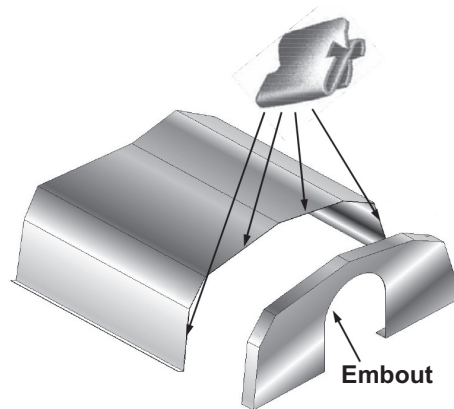

Figure 16. Embout et Z-Clip
- a. Placez un capuchon sous le profilé du réflecteur s'il y a lieu avec les rebords du capuchon tournés vers l'intérieur. Fixer sur le réflecteur avec quatre clips en Z (voir Figure 16).